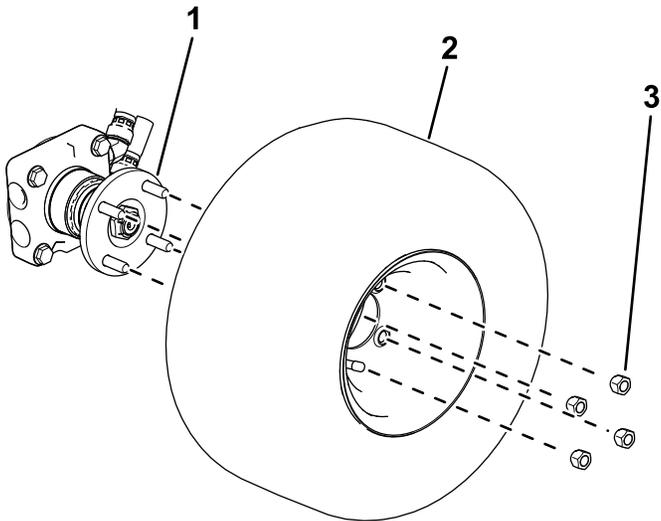

图 4
- **4 轮驱动机器**用 4 个车轮螺母将车轮固定到轮毂上 图 4。